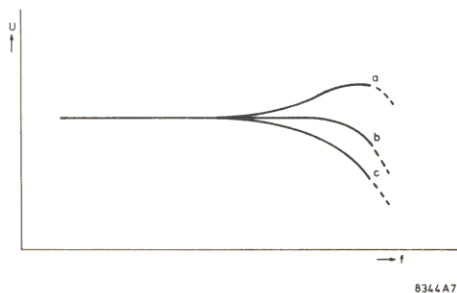

Fig. 16
- Het verloop boven de 6300 Hz dient ongeveer overeen te komen met de in Fig. 16 weergegeven karakteristiek b waarbij de naband vervorming $\leq 3\%$ bij 1 kHz (100% modulatie) moet zijn.